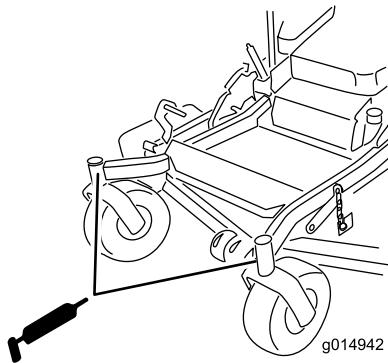

Figura 40
10. Retire el engrasador del orificio. Instale el tapón hexagonal y la tapa (Figura 40).